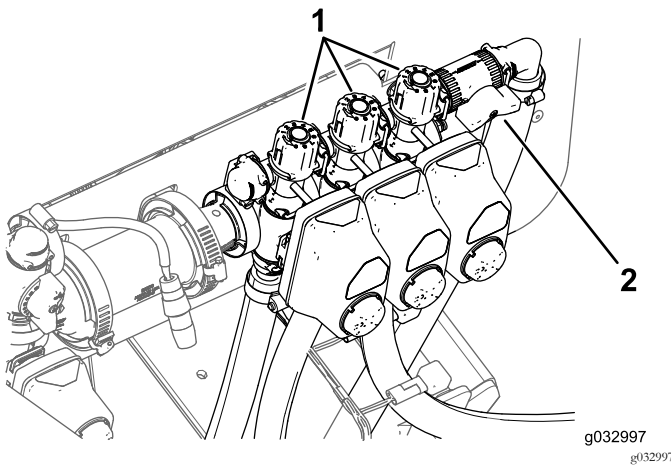

Bild 129
9. Stellen Sie den linken Ausleger ab und stellen das Handrad für das Auslegersicherheitsventil (Bild 129) ein, bis der Druck Tabelle am vorherigen Niveau liegt.
11. Stellen Sie das Handrad für das rechte Auslegersicherheitsventil (Bild 129) ein, bis der Druck am vorherigen Niveau liegt.
13. Stellen Sie das Handrad für das mittlere Auslegersicherheitsventil (Bild 129) ein, bis der Druck am vorherigen Niveau liegt.